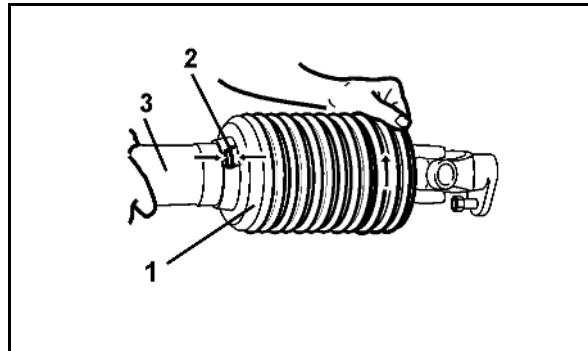

図 58
2. 保護カバーのロックねじ (図 58/1) を回して外します。